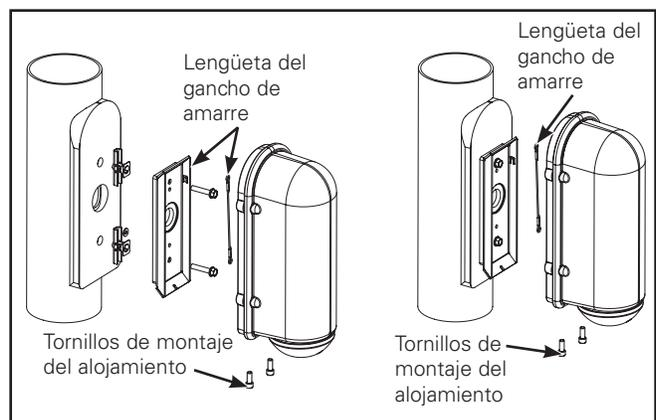

Figura 4.
**Nota:** Se incluyen 3' (0,91 cm) de cables que se extienden por fuera del alojamiento. (Figura 4.)
**Nota:** No apriete el cable de amarre al instalar el alojamiento. Una vez que el alojamiento esté posicionado, ajústelo usando (2) tornillos de sujeción. Ajuste hasta que el tornillo llegue hasta el fondo.
**Brazo de montaje ajustable para pared (Figura 4.)**